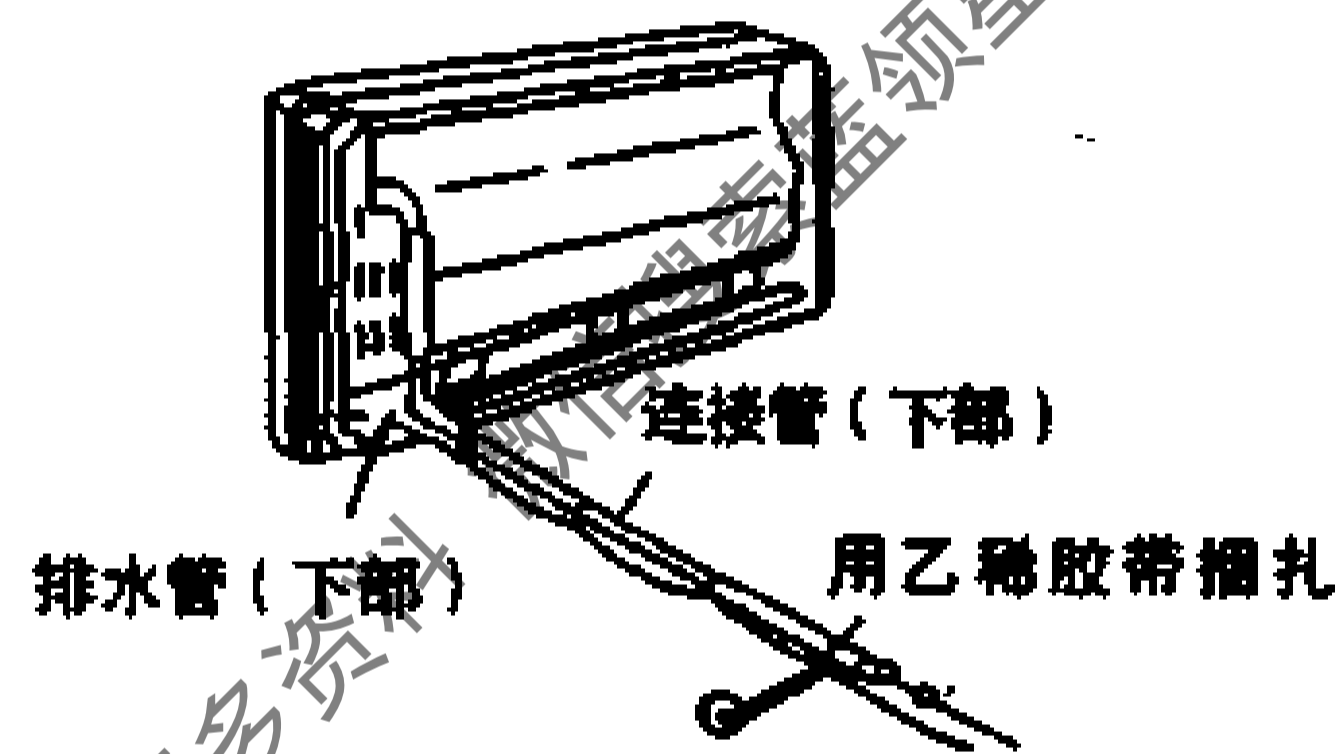

图 14-2-7
- (b) 排水软管在管路布置时应放在下面，见图 14-2-7。